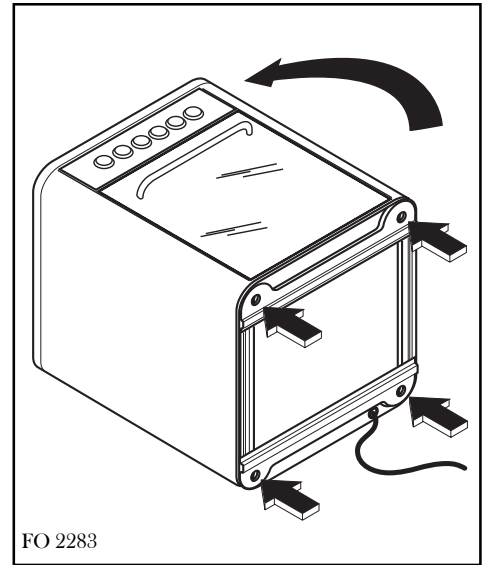

Рис. 14 FO 2283
2. Аккуратно наклоните плиту назад (рис. 14), стараясь не повредить ее.
4. Вставьте ножки в соответствующие отверстия, указанные на рис. 14.